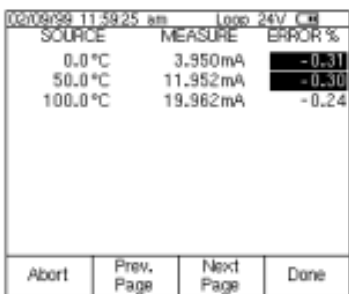

图22
4. 按 Done, 然后再按 Auto Test 键。测试完成以后, 显示误差一览表 (图22)。超过误差的测试用加亮方式显示出来。如果测试通过, 即没有加亮的误差显示, 则不需要进行调节。如果有加亮的误差, 就需要